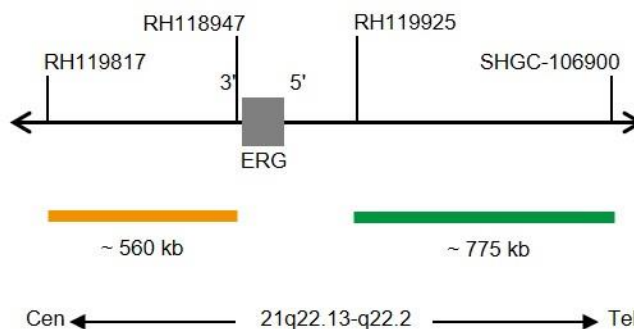

Abb. 1: SPEC ERG Sondenlokalisation (nicht maßstabsgetreu)
- ZyGreen (Anregung 503 nm/Emission 528 nm) markierten Polynukleotiden (~10,0 ng/ μ l), die gegen Sequenzen in 21q22.2* (chr21:40,078,039-40,850,582) gerichtet sind, welche distal zur ERG-Bruchpunktregion lokalisiert sind (siehe Abb. 1).
- ZyOrange (Anregung 547 nm/Emission 572 nm) markierten Polynukleotiden (~4,5 ng/ μ l), die gegen Sequenzen in 21q22.13-q22.2* (chr21:39,171,790-39,733,849) gerichtet sind, welche proximal zur ERG-Bruchpunktregion lokalisiert sind (siehe Abb. 1).